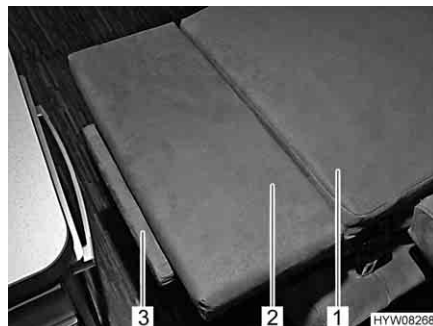

Fig. 48 Allargamento letto
- Sfilare l'allargamento del letto (Fig. 48,3) lateralmente per estrarlo dallo schienale (Fig. 48,1).
- Posizionare il cuscino aggiuntivo (Fig. 48,2) sull'allargamento letto.
- Togliere il cuscino aggiuntivo (Fig. 48,2) e spingere l'allargamento del letto (Fig. 48,3) nello schienale.